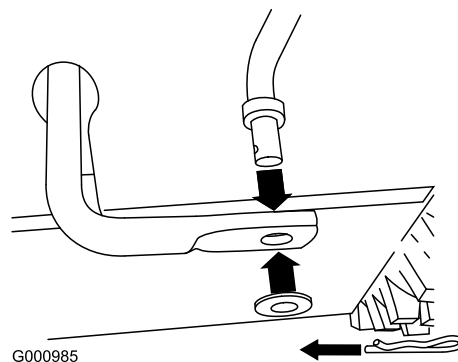

Figura 5
1. Togliete la coppiglia a forcina e la rondella dal lato inferiore dell'asta di comando della velocità ed inserite il lato inferiore dell'asta nel braccio articolato inferiore, in modo che il lato curvo dell'asta di comando della velocità sia rivolto indietro (Figura 5).